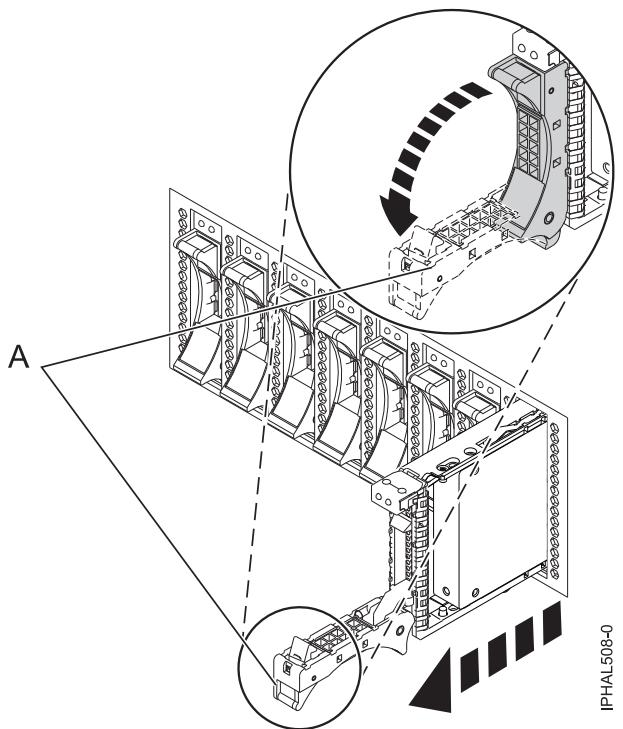

図6. バックプレーンからのディスク・ドライブの取り外し
- 1) ディスク・ドライブ・ハンドル (A) をロック解除して、手前に引き、ディスク・ドライブを外します。
- 2) ディスク・ドライブの下に片手を添えて、8 ページの図 6 に示すようにドライブをシステムから注意深く引き出します。